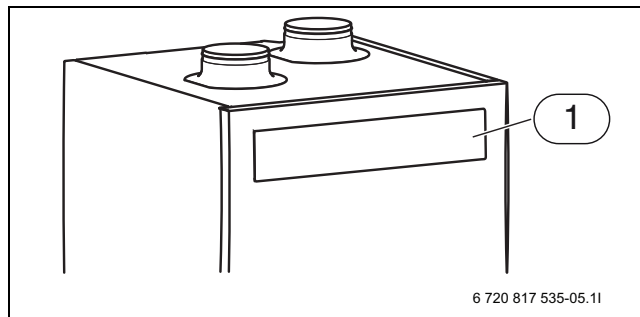

Bild 6
- ▶ Ta bort filterlocket (→ Bild 6) och dra ut filtret.